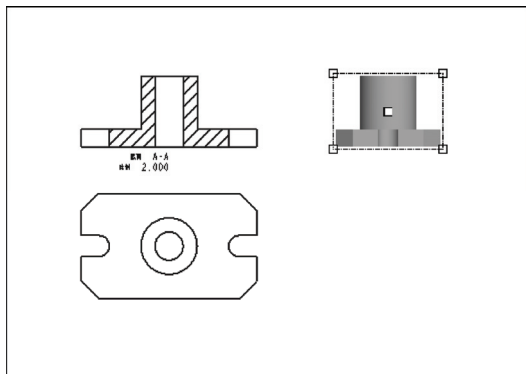

图 11-29 插入第 2 个投影视图
- 7) 将出现的投影框水平地拖到该父视图的右侧区域单击，以放置第 2 个投影视图，如图 11-29 所示。